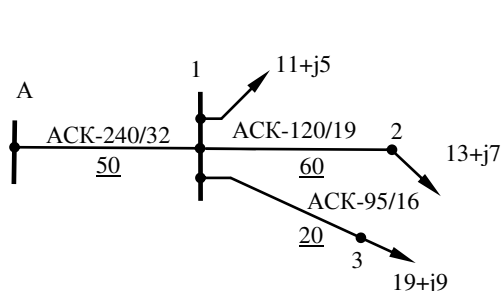

Рис. 5.26. Данные сети
2. Определить, какое напряжение необходимо поддерживать в центре питания (точка А) сети, изображенной на рис. 5.26, если желательно, чтобы в точке 3 напряжение было не ниже 110 кВ. Нагрузки (МВ·А), длины участков линии (км) и марки используемых проводов указаны на рисунке.